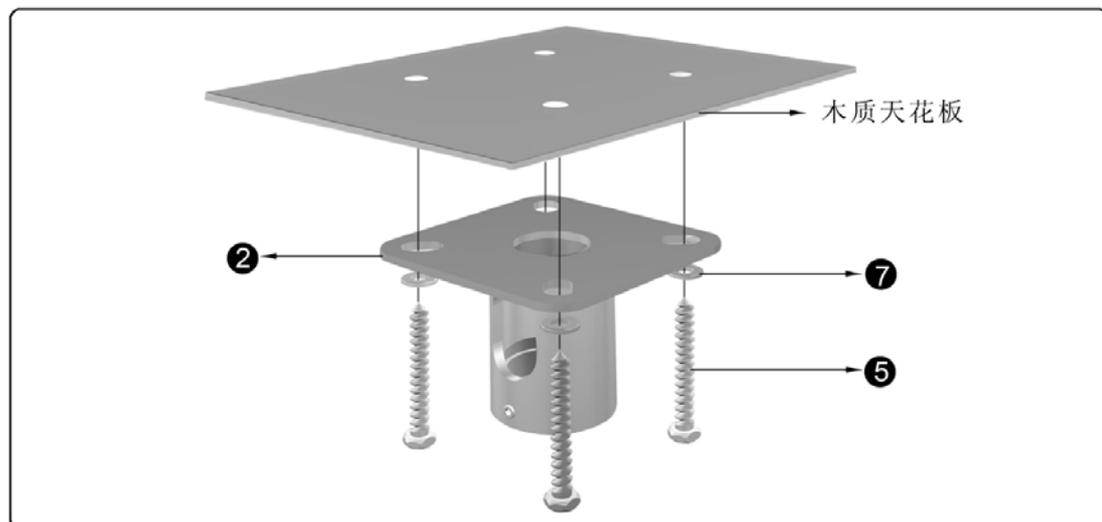

图 1-1
- 选择 ST10×88 mm 的紧固螺钉穿上垫片,将顶板固定在之前所打的孔上,拧紧螺钉,将顶板完全固定在天花板上即可,切勿拧太紧(如图 1-1)。